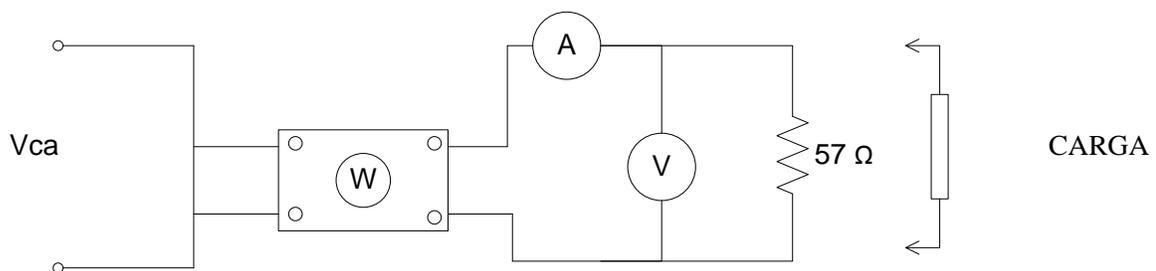

FIGURA 1
- 1.- Usando los módulos necesarios, arme el circuito ilustrado en la figura 1, ajustando la carga a 57 ohms. (ver tabla anexa de valores de resistencias).